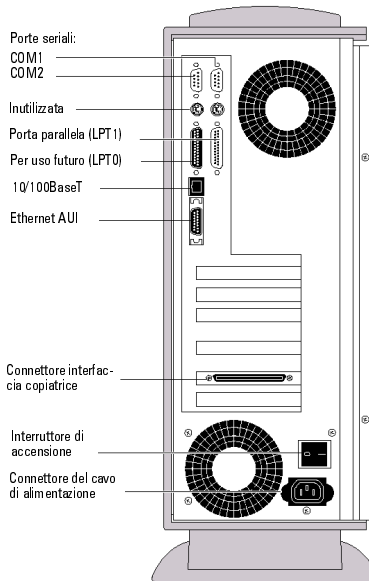

Figura 5-3 Pannello posteriore del ColorPASS/PS-ZX
- Tutti i cavi di interfaccia collegati al sistema siano inseriti nei connettori corretti sul pannello posteriore del ColorPASS/PS-ZX (vedere Figura 5-3).